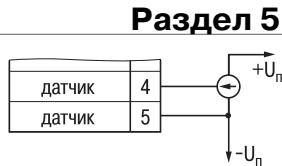

Рис. 23
**Примечание.** ТРМ101 может использоваться также как вольтметр с диапазоном 0...1 В или милливольтметр -50...+50 мВ (рис. 23).